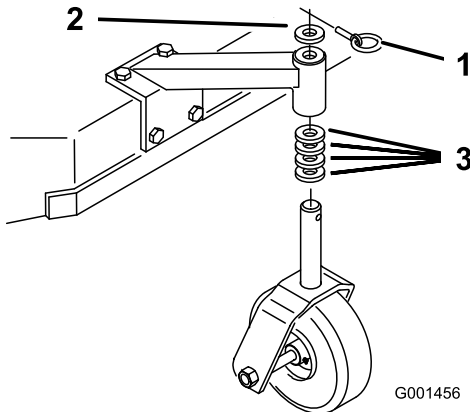

Figura 19
- Usando la Tabla de alturas de corte, ajuste los espaciadores de las ruedas giratorias según el taladro de eje seleccionado (Figura 19).
- Retire el pasador, retire la rueda giratoria del soporte y cambie los espaciadores (Figura 19).
- Instale la rueda giratoria en el soporte e introduzca el pasador en v (Figura 19).